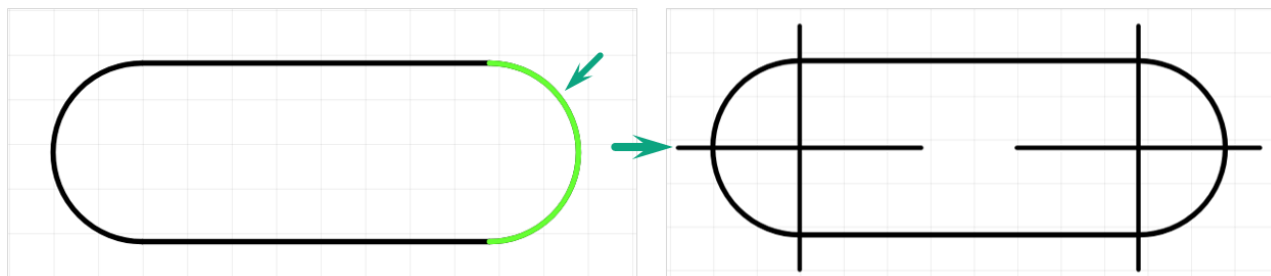

Рис. 437 Указание контура дуги
- на контур окружности, дуги или скругленного угла, при этом объект должен подсветиться, см. Рис. 437.